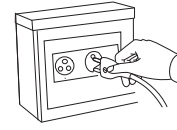

Fig.6
1. Int. sollevamento cupola: Serve per aprire e chiudere la cupola- Posizione II sollevamento- Posizione O sosta- Posizione I abbassamento **2. Int. luce:** Serve per accendere la luce interna. **3. Int. refrigerazione:** Serve per accendere l'impianto refrigerante **4. Termometro:** Indica la temperatura all'interno dell'apparecchiatura. **Termostato:** Regola la temperatura dell'apparecchiatura. **a) Il Tasto 5 "SET o P"** premuto una volta consente di visualizzare la temperatura impostata, che potrà essere modificata agendo sul **Tasto 6 "UP"** o sul **Tasto 7 "DOWN"** (vedi Fig.6).